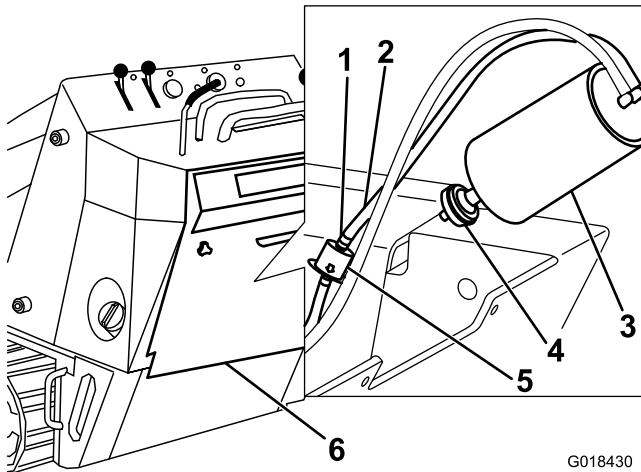

Figura 36
3. Retire y deseche el filtro de aire (Figura 36).
4. Coloque un filtro nuevo en el cartucho de carbón (Figura 36).
3. Aleje del filtro las abrazaderas de muelle de ambos lados del filtro del tubo de purga del cartucho de carbón (Figura 36).
4. Retire y deseche el filtro del tubo de purga (Figura 36).
5. Coloque un filtro nuevo en la manguera, con la flecha del filtro apuntando fuera del cartucho de carbón, y fíjelo con las abrazaderas (Figura 36).